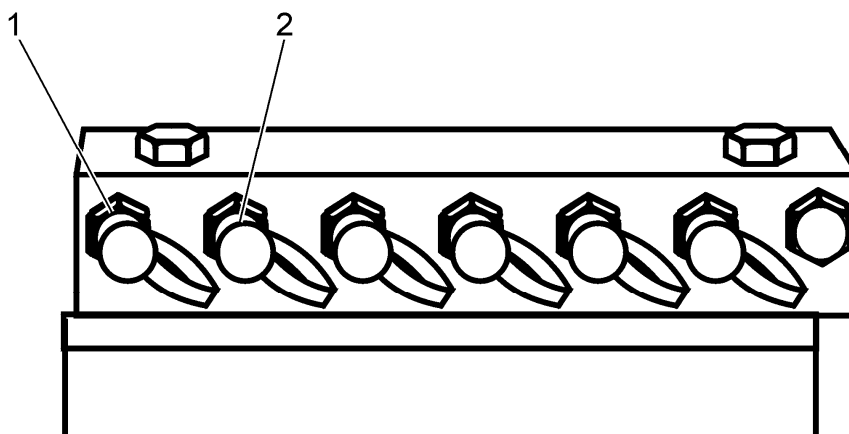

Рис. 3.7. Планка диагностики давления (левая сторона машины)
- в) Подключить два манометра (с областью измерения 0 – 4 [МПа]) к муфтам быстрого подключения (1 и 2, Рис. 3.7) на диагностической планке давлений системы привода с целью измерения давления подаваемой смазки;